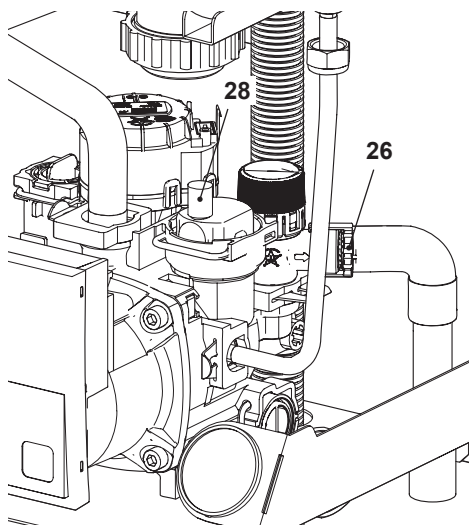
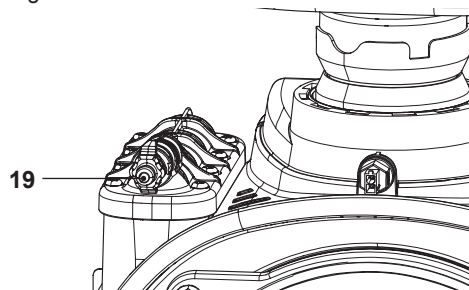

Figura 9.6
Figura 9.7
- Svitare in senso antiorario il raccordo 26 della valvola di sicurezza che funge anche da scarico in Figura 9.6.
- Per facilitare lo svuotamento, svitare il tappo 28 della valvola di sfiato automatica in Figura 9.6 e allentare il raccordo di sfiato scambiatore primario condensante 19 in Figura 9.7.